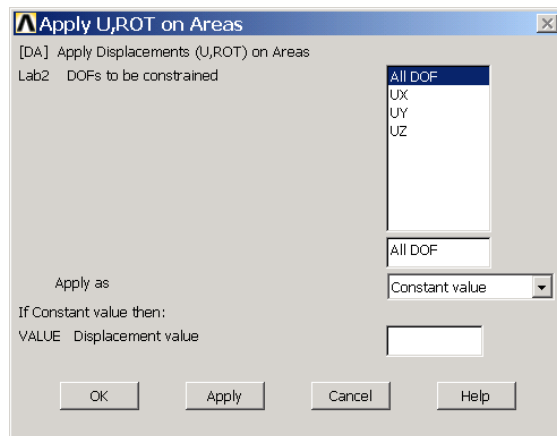

图10.20 施加面约束
(16) 单击 Main Menu>Solution>Define Loads>Apply>Structural>Displacement>On Areas 菜单，弹出图形拾取对话框，然后用鼠标选择机翼任一端面，单击【OK】按钮，接着弹出如图 10.20 所示的对话框。在【DOFs to be constrained】文本框中选择【ALL DOF】，然后单击【OK】按钮。